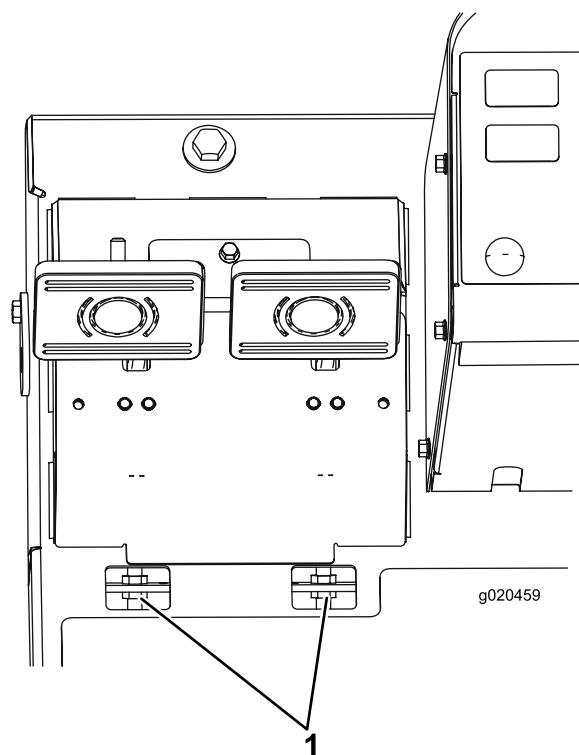

Figure 70
- B. Desserrez l'écrou avant sur l'extrémité filetée du câble de frein (Figure 70).